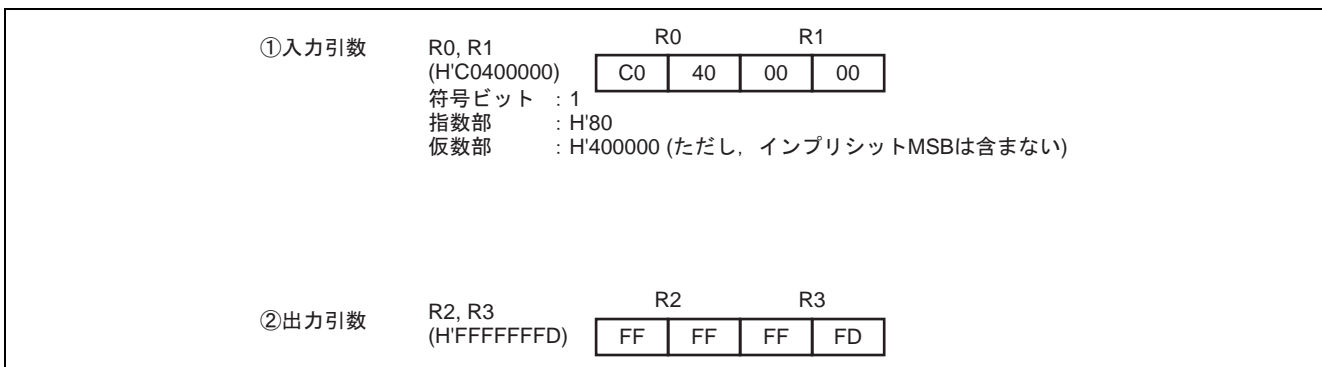

図 1 ソフトウェア FKTR の実行例
プログラミング仕様のステート数は、図 1 の例を実行した場合の値です。
(2) 図 1 にソフトウェア FKTR の実行例を示します。
入力引数を図 1①のように設定すると、図 1②に示すように、変換結果が R2, R3 に設定されます。